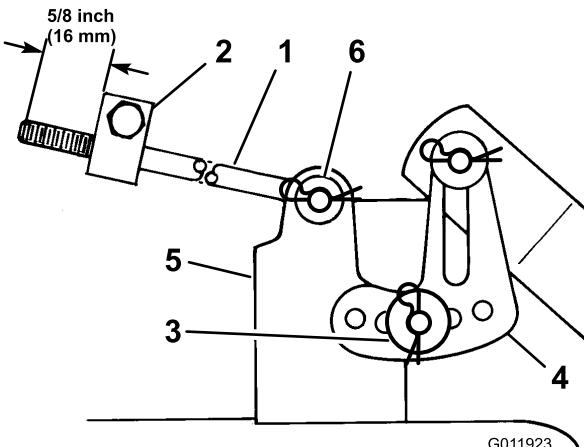

Figura 14
7. Mida la longitud de la varilla que se extiende por delante del bloque de ajuste en cada lado del chasis (Figura 14).
Nota: Si la longitud de la varilla no es de 16 mm, retire el pasador y la arandela del extremo de la varilla (Figura 14), y gire la varilla hasta obtener la dimensión de 16 mm.